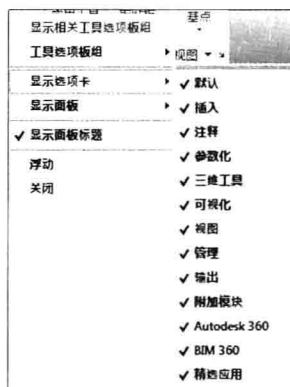

图 1-18 快捷菜单
(1) 设置选项卡。将光标放在面板中任意位置处,单击鼠标右键,打开如图 1-18 所示的快捷菜单。单击某一个未在功能区显示的选项卡名,系统自动在功能区打开该选项卡;反之,关闭选项卡(调出面板的方法与调出选项板的方法类似,这里不再赘述)。